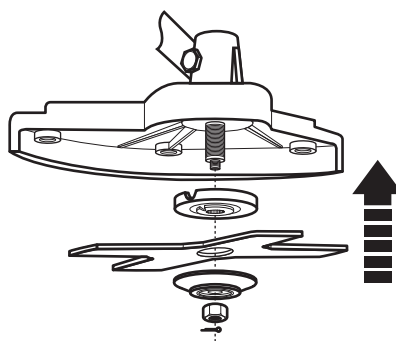

Fig. 6
- > Fixez la lame [28] à l'aide de l'écrou [30] que vous avez retiré précédemment et insérez la goupille fendue (40) (Fig. 6).